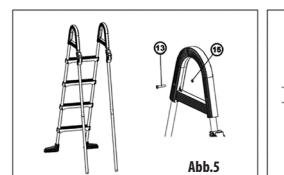
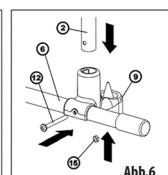

Abb.5
Abb.6
Auf den montierten hinteren Teil der Leiter setzen Sie die Stützbeine mit Kunststoffgriffen ein, sichern Sie diese mit entsprechenden Schrauben (13) und Muttern (15). (Abb. 5) Danach schieben Sie auf die Stützbeine unten die rutschfesten Halter (9) und setzen die Querstrebe (6) ein. Die Halter mit der Strebe sichern Sie entsprechenden Schrauben (12) (Abb. 6). Die unteren Halter ziehen Sie erst nach, nachdem die Leiter vollständig zusammengebaut ist.